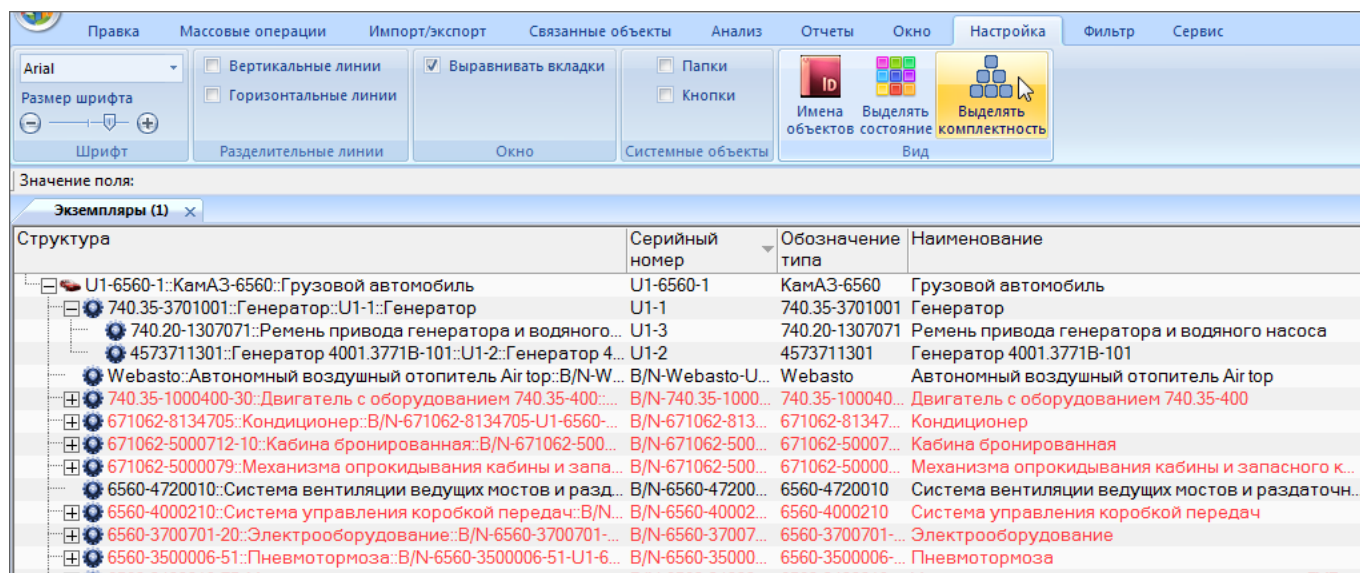

Рис. 9-20 – Проверка комплектности экземпляра ФИ
- для отображения не полностью укомплектованных экземпляров машин необходимо нажать кнопку «Выделить комплектность» панели «Вид» на вкладке «Настройка», чтобы она стала монохромной. Незаполненные места установки в экземплярном составе изделия будут выделены красным цветом (рис. 9-20).